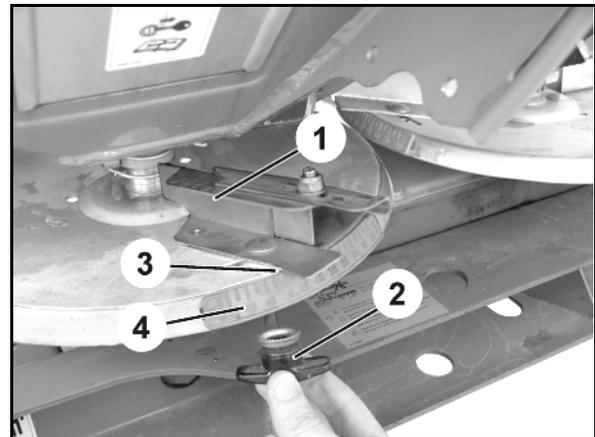
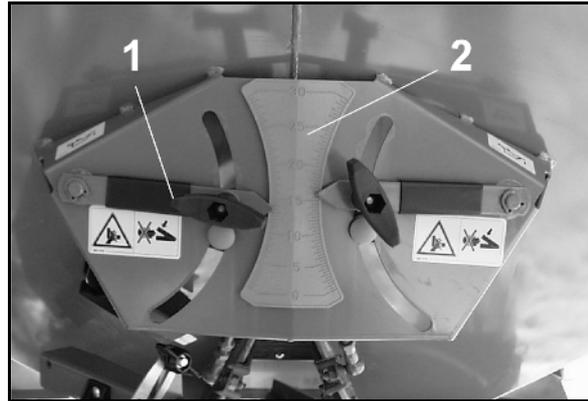

Fig. 85
Fig. 86
- Linken Schieber (Fig. 85/1) schließen.
2. Die Flügelmutter (Fig. 85/2) lösen.
3. Den Grenzstreuschirm (Fig. 85/3) von der Außerbetriebsstellung in die Betriebsstellung (Fig. 86) nach unten schwenken.
4. Flügelmutter (Fig. 85/2) anziehen.